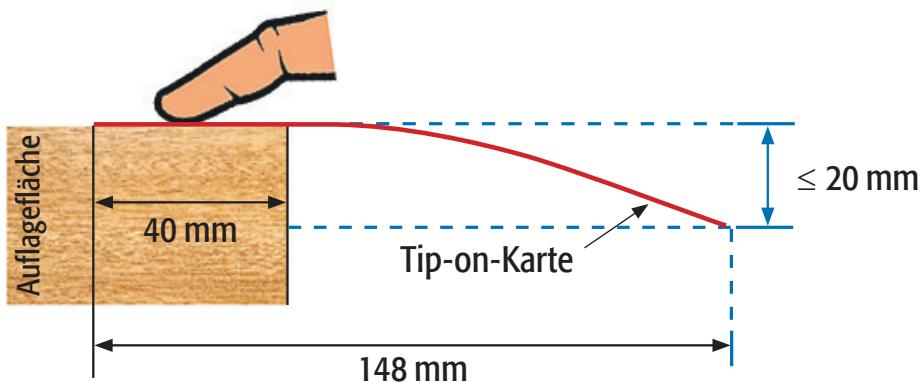

Abb. 1: Ermittlung der maximalen Durchbiegung einer Tip-on-Karte
2.3 Falzarten	<p>Gefalte Beilagen müssen im Kreuz-, Wickel- oder Mittenfalte verarbeitet sein (Abb. 1 bis 3).</p> <p>Mehrseitige Beilagen mit Formaten &gt; DIN A5 (148 mm x 210 mm) müssen den Falz an der langen Seite haben.</p> <div style="display: flex; justify-content: space-around; align-items: center;">  <span>Abb. 1: Kreuzfalz</span>  <span>Abb. 2: Wickelfalz</span>  <span>Abb. 3: Mittenfalz</span> </div>
- Verformte Karten können nicht verarbeitet werden. Die maximale Durchbiegung beträgt 20 mm (siehe Abbildung 1). Es wird empfohlen, ein mattgestrichenes Bilderdruckpapier mit hoher Steifigkeit zu verwenden.